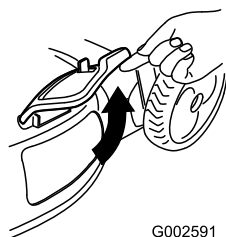

Figura 40
2. Levante la puerta de descarga lateral (Figura 40).